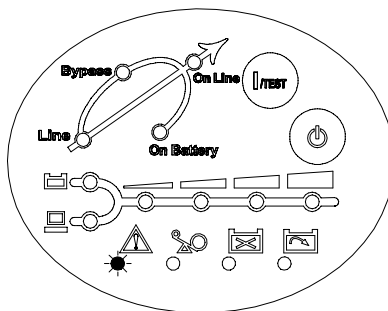

图 3-2 零火线接反故障
- UPS 电源插上后, 请检视输入电源线故障 LED 指示灯 (待机模式下的故障 LED), 若 UPS 输入插至一个不良的交流电源插座, 此 LED 灯会闪烁, 见图 3-2。